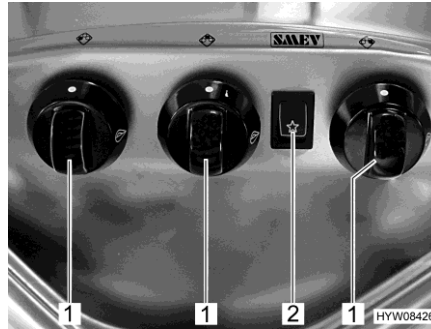

Fig. 197 Elementos de mando (cocina de gas)
- Girar el regulador giratorio (Fig. 197,1) correspondiente al quemador deseado a la posición de encendido (llama alta).
- Pulsar el interruptor basculante (Fig. 197,2). En el quemador se producen chispas de encendido.